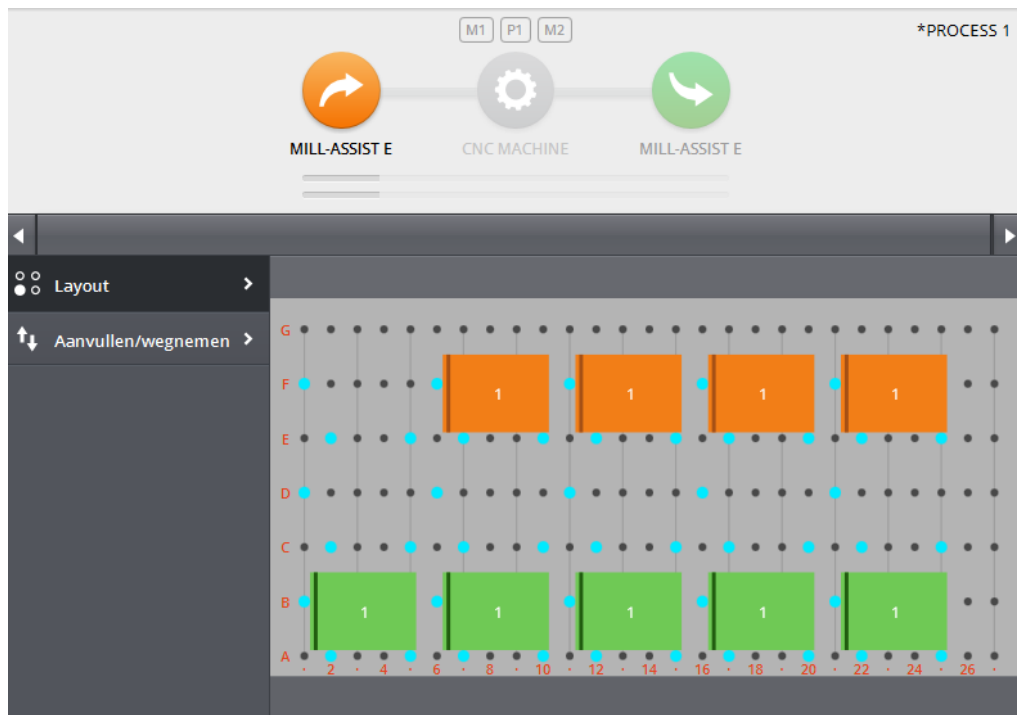

Figure 63 - Exemple de remplissage/retrait (2)
et la Figure 63 - Exemple de remplissage/retrait (2)